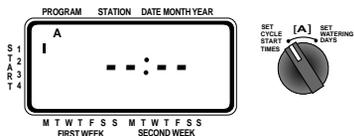

FIGURE 5 : Ecran d'affichage et heures de début
- Tournez le bouton à la position **CYCLE START TIMES** du programme désiré. L'écran affichera A ou B selon le programme sélectionné. Il affichera aussi — : — et un curseur clignotant s'affichera en **START 1** [voir la figure 5].